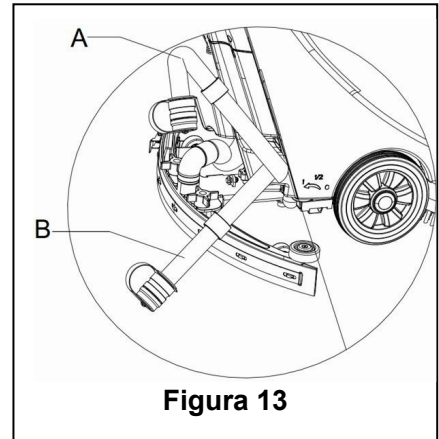

Figura 13
2. Levante la escobilla de goma mediante el mango (14).
4. Sujete el manillar (2) e incline levemente la máquina hacia atrás hasta que la rueda de guía toque el suelo. (Para el acoplamiento de la máquina, consulte los procedimientos del apartado de apagado de la máquina.)
5. Retire la manguera de vaciado del gancho de fijación, doble el extremo superior de la manguera (como se indica en **A**, **Figura 13**), luego abra la tapa de la manguera y bájela al suelo para drenar el agua. Opcionalmente, coloque directamente la manguera de vaciado en una posición baja o directamente en el suelo para volver la salida del agua hacia abajo (como se muestra en **B**, **Figura 13**), y luego gire abrir la tapa de drenaje del agua para vaciar el agua residual del tanque. Después de terminar el drenaje, utilice agua fresca para enjuagar el interior del tanque de recuperación.
Al drenar el agua residual, el tubo de vaciar los residuos debe ser doblado o bajado a una posición inferior (como se muestra en la Figura 13 A o B), y a continuación, abra la tapa del tubo de vaciar los residuos para drenar el agua. No vierta la salida del tubo de vaciar los residuos hacia arriba para drenar el agua verticalmente. Esto es para evitar que las aguas residuales se derramen sobre el operador.